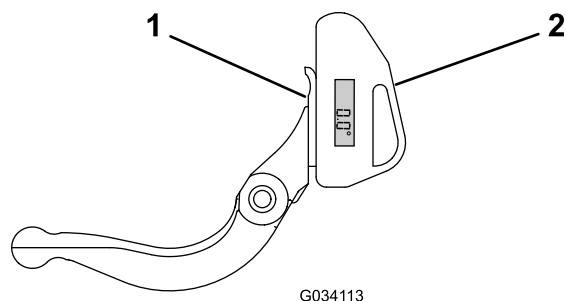

Figure 22
- Placez l'indicateur d'angle sur la face inférieure de la contre-lame, comme montré à la Figure 22.